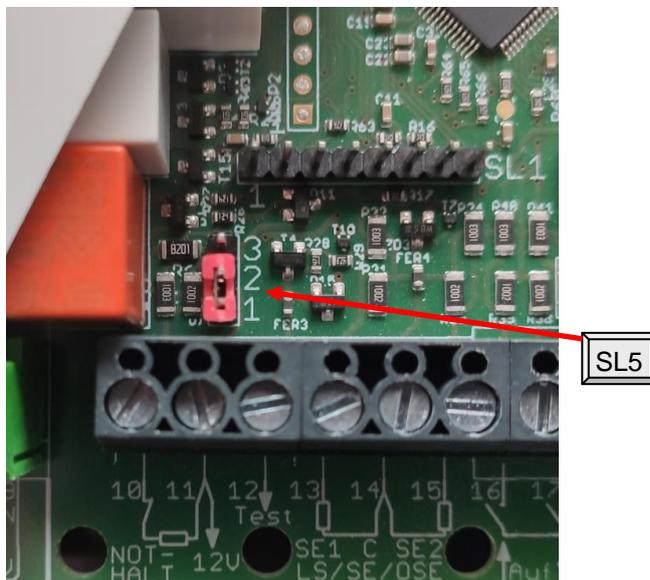

Abbildung 1: NOT-HALT nicht genutzt: Jumper auf 1-2
- Soll der NOT-HALT-Eingang nicht verwendet werden, so ist der Jumper auf die Pins 1-2 der 3-poligen Stiftleiste [SL5] zu stecken (s. Abbildung 1).
3. Jumper auf Pins 2-3 der 3-poligen Stiftleiste [SL5] stecken (s. Abbildung 1).